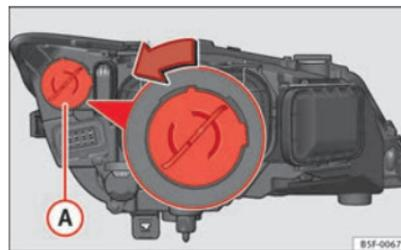

Fig. 141 Lámpara luz día
- Gire el portalámparas ⇒ fig. 141 A a la izquierda y tirar.